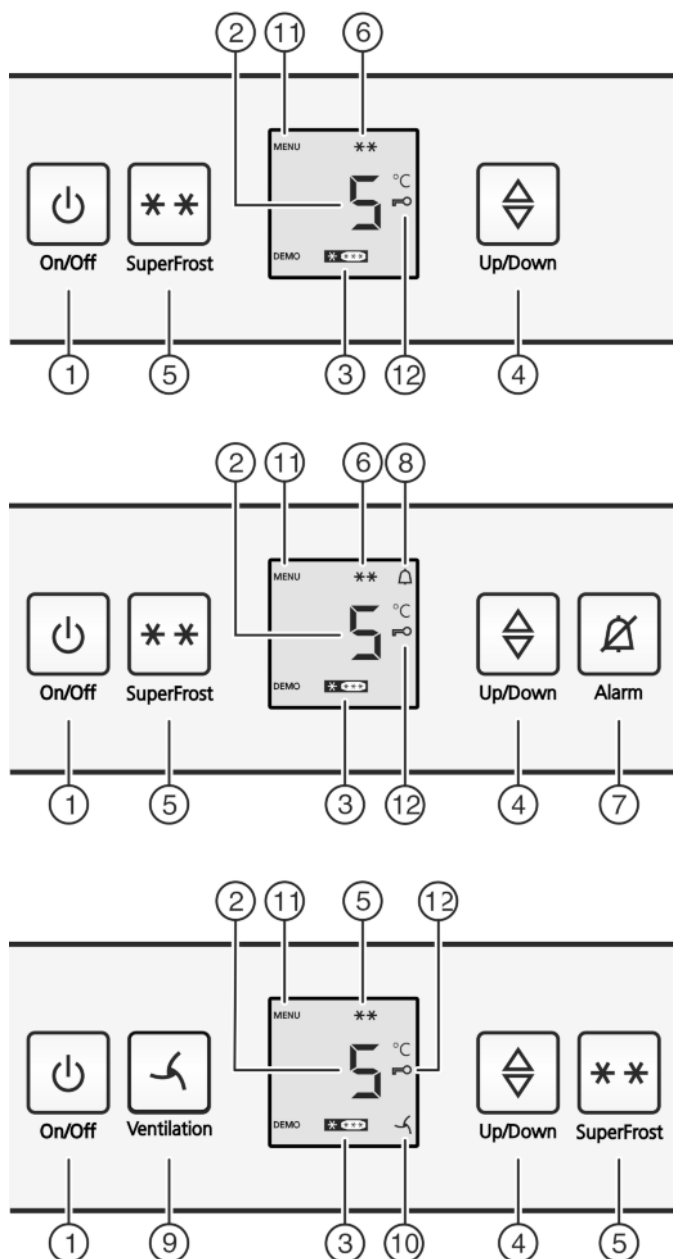

Fig. 2
- ▶ Naciśnąć przycisk On/Off Fig. 2 (1).
- ▶ Aktywacja trybu regulacji: Naciśnąć i przytrzymać przycisk SuperFrost Fig. 2 (5) przez ok. 5 sekund.
- ▷ Na wskaźniku pojawia się symbol menu Fig. 2 (11).
- ▶ Krótko potwierdzić przyciskiem SuperFrost Fig. 2 (5).
- ▷ Na wskaźniku świeci symbol zabezpieczenia przed dziećmi Fig. 2 (12).
- ▶ Krótko wcisnąć przycisk On/Off Fig. 2 (1).
- ▷ Symbol zabezpieczenia przed dziećmi Fig. 2 (12) gaśnie.
► Nacisnąć przycisk Alarm *Fig. 2 (7)*.
Jednocześnie miga wskaźnik temperatury i symbol Alarmu *Fig. 2 (8)*.
Akustyczny sygnał ostrzegawczy milknie automatycznie, znika symbol Alarmu *Fig. 2 (8)* i wskaźnik temperatury przestaje migać, gdy temperatura będzie ponownie wystarczająco niska.
► Wywoływanie funkcji temperatury: Nacisnąć przycisk ustawiania *Fig. 2 (4)*.
► Zmiana temperatury krokami po 1 °C: Tyle razy naciskać przycisk ustawiania *Fig. 2 (4)*, aż na wskaźniku temperatury pojawi się żądana temperatura.